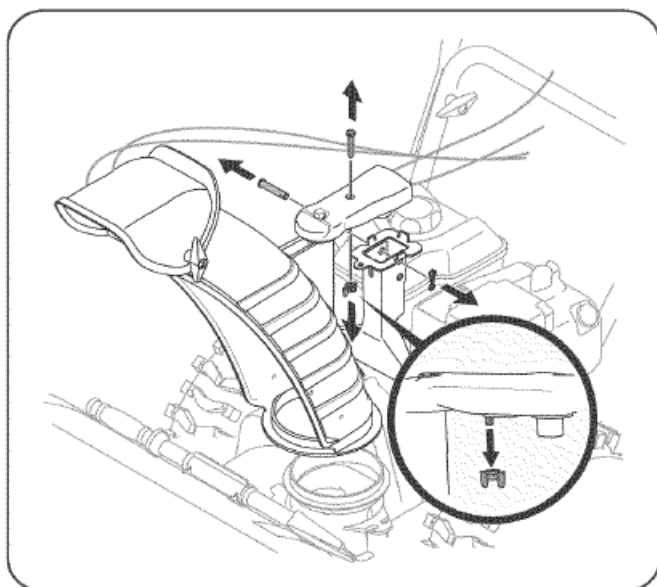

Рисунок 2
2. Отвинтите крыльчатую гайку (барашек) и гексагональный винт с блока управления желобом, а также штифт с головкой и отверстием под шплинт и сам шплинт – с кронштейна, поддерживающего желоб. (См. рис. 2). Установите блок управления (лицевой частью по ходу движения) на станине желоба.